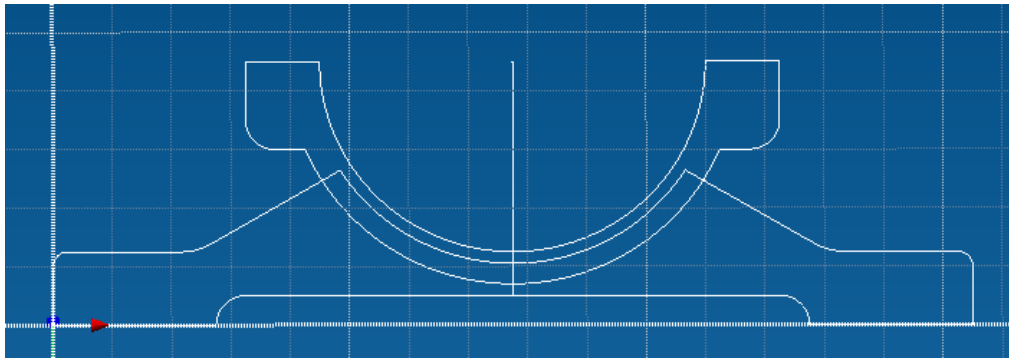

Рис. 4.4
- **Выполнение операции зеркального копирования объекта.** Полученную половинку контура рабочей поверхности отображаем относительно оси симметрии с целью получения полного контура. Результат выполнения всех операций по созданию обоих контуров приведен на рис. 4.4.